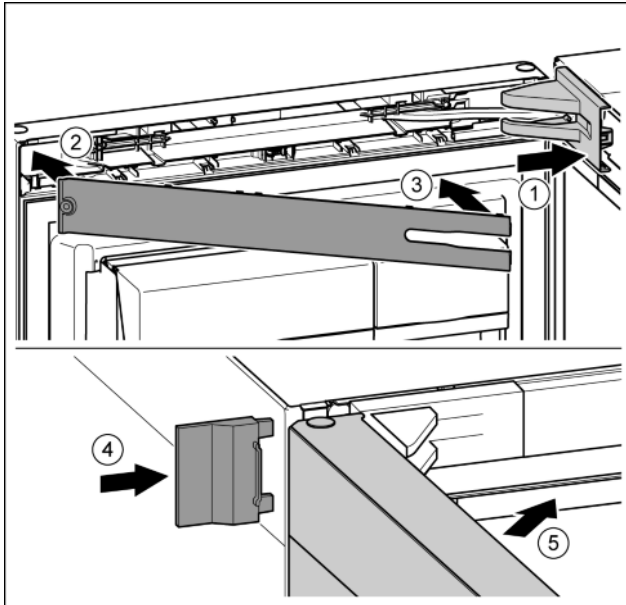

Fig. 46
- ▶ Крышку опорного кронштейна установить и зафиксировать, при необходимости, осторожно разжать. Fig. 46 (1)
- ▶ Установить накладку. Fig. 46 (2)
- ▶ Наклонить и защелкнуть накладку. Fig. 46 (3)
- ▶ Надвинуть внешнюю крышку. Fig. 46 (4)
- ▶ Закрыть верхнюю дверь. Fig. 46 (5)